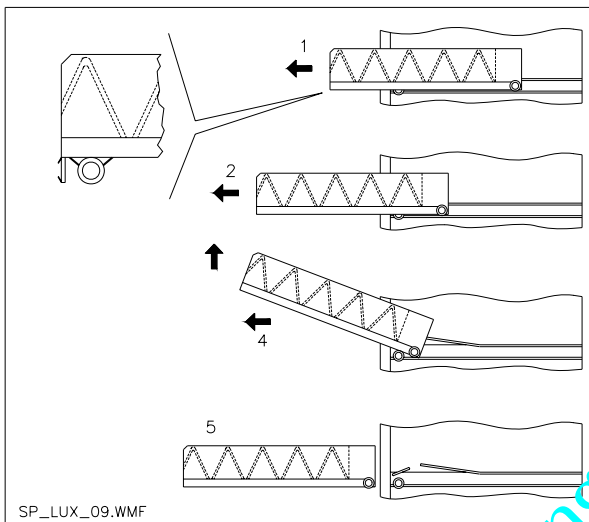
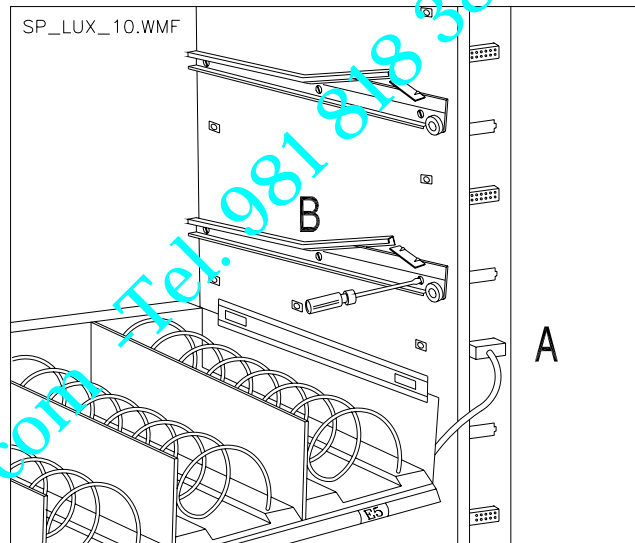

FIG. 9
FIG. 10
9.3 PROCEDIMIENTO PARA LA REMOCIÓN DE LOS CAJONES (FIG.9)
<p>Para sustituir el cajón se debe proceder de la siguiente manera:</p> <ol style="list-style-type: none"> 1) Abrir la puerta principal. 2) Quitar la corriente eléctrica llevando el interruptor a "OFF". 3) Disconectar el conector eléctrico -A- fig. 10. 4) Extraer el cajón forzando el bloque del resorte de posicionamiento. 5) Tirar el cajón hasta el paro, después levantarlo en alto, girarlo en bajo hasta el desenganche de la guía y en fin removerlo de la máquina FIG. 9. <p>Para el montaje de otro cajón, la procedura es la siguiente:</p> <ol style="list-style-type: none"> 1) Insertar el cajón. 2) Empujar hasta que el cajón se empalma en posición de bloque. 3) Insertar el conector eléctrico -A- fig. 10. 4) Portar el interruptor en posición "on". 5) Cerrar la puerta principal.
<p>Los distribuidores que poseen 6 cajones pueden ser transformados en distribuidores de 7 cajones, de la siguiente forma:</p> <ol style="list-style-type: none"> 1) Abrir la puerta. 2) Quitar la corriente eléctrica llevando el interruptor a "OFF". 3) Extraer todos los cajones del Distribuidor Automático 4) Desplazar las guías ref. B FIG. 10 (la última en bajo está deja en la posición correcta y no necesita desplazamiento). 5) Desplazar los conectadores, ref. A. FIG. 10, sobre el borde de la caja. 6) Quitar un par de guías y un cableado del conector. 7) Re-montar 7 cajones, controlando que el resorte de bloque esté empalmado y los conectadores estén bien insertados. 8) Impostar los nuevos precios.